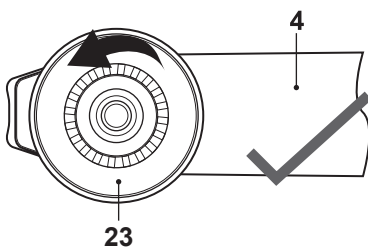

Fig. 3
- Certifique-se de que o disco de tensão (23) está ajustado para a posição interior direita e rode para a esquerda, se necessário (Fig. 3, 4).